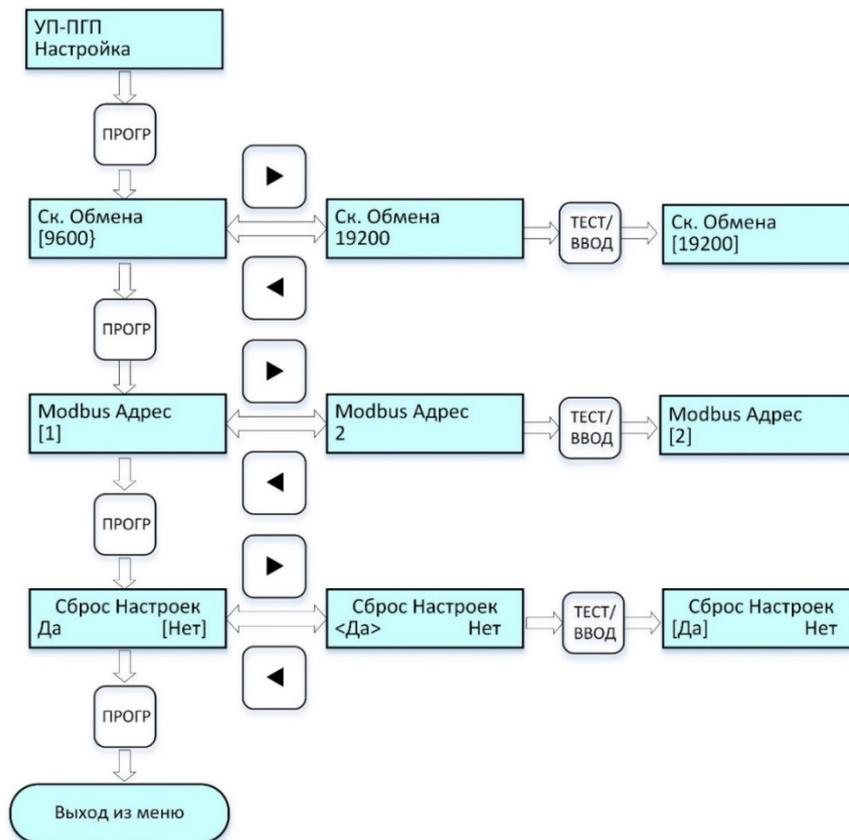

Рисунок 7 – Циклограмма выводимых сообщений на дисплей при настройке УП-ПГП без канальных плат.
2.4.3.5 При *отсутствии канальных плат* меню «УП-ПГП Настройка» будет представлено циклограммой *рис. 7*. Меню позволяет: